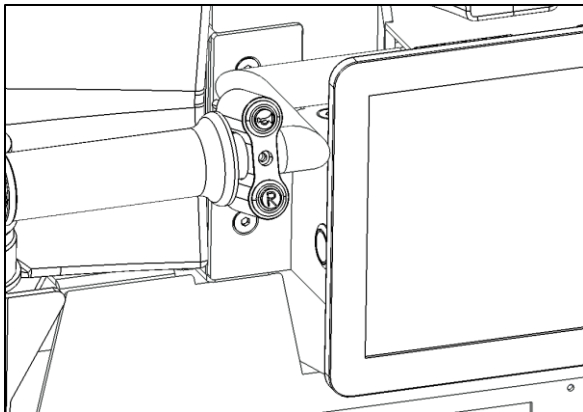

Fig. 2
- Appuyez sur le bouton de marche arrière et tournez la manette des gaz pour reculer (Fig 2).